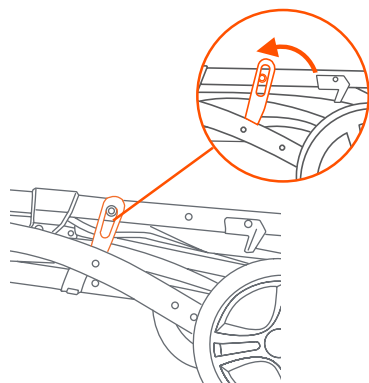

Fig. 8c
- Ensure to use the fold latch to lock the stroller frame securely (Fig. 8c).
- Asegúrese de usar el pestillo de pliegue para trabar bien el armazón del vagón (Fig. 8c).
- Vous assurer d'utiliser le loquet de pliage pour bien verrouiller en place le cadre de le wagon (Fig. 8c).